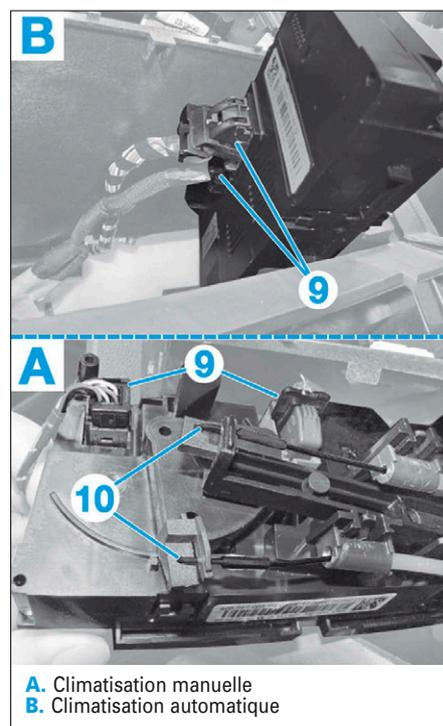

FIG. 33
- Débrancher les connecteurs (9) (Fig.33).
- Désaccoupler les câbles de commande (10).